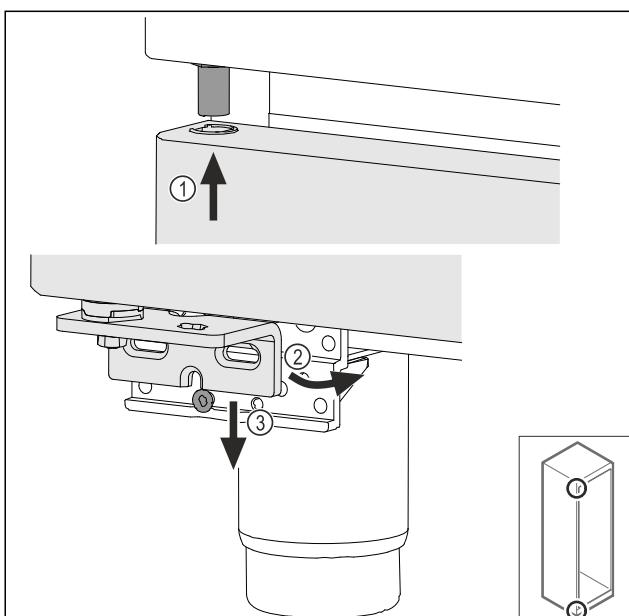

Fig. 62
► Tür leicht gekippt oben einfädeln Fig. 62 (1), Tür gerade ausrichten Fig. 62 (2) und unten auf die Lagerbockschraube Fig. 62 (3) aufsetzen.